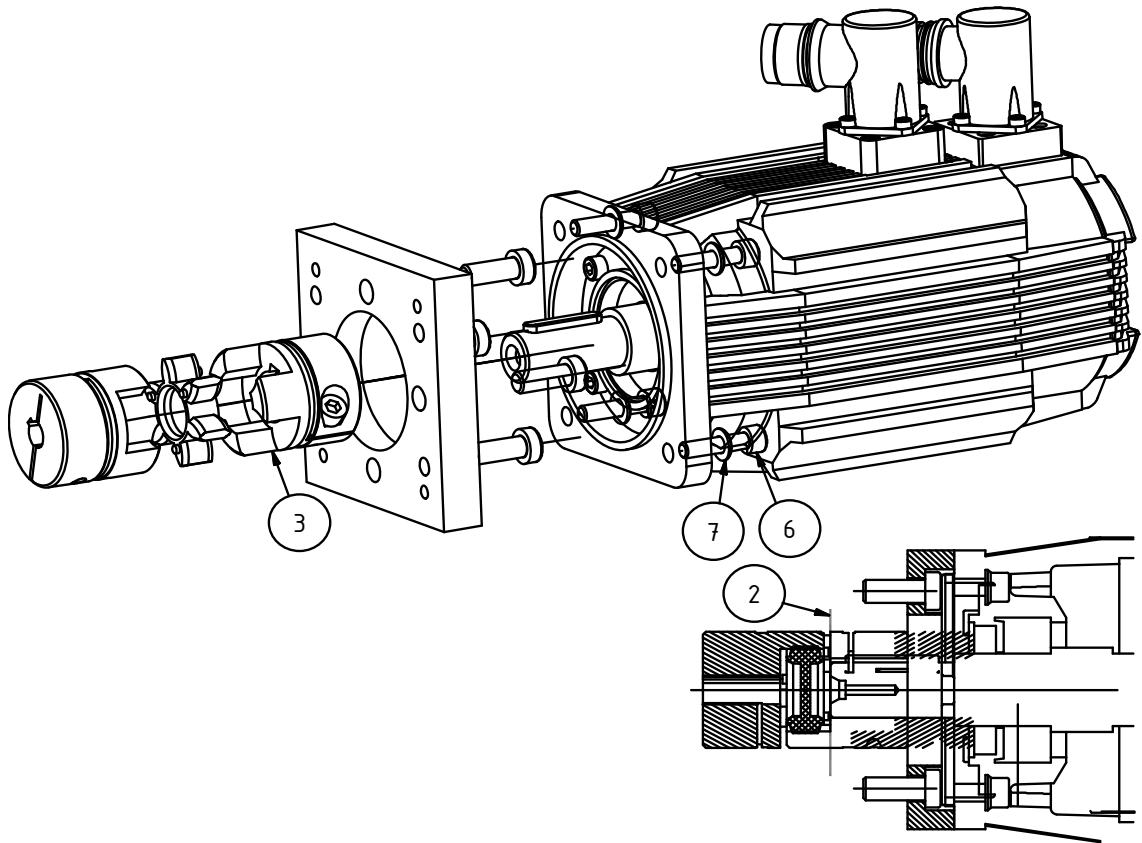

Bild1:
- ◆ Schrauben (Bild1 Pos.6) lösen.